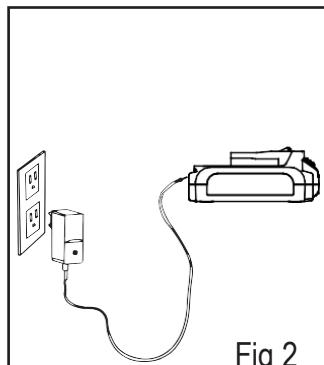

Fig 2
8. Stecken Sie das Netzteil in die Wand und schließen Sie dann den Netzteilanschluss an die Batterie. (siehe Abb. 2)